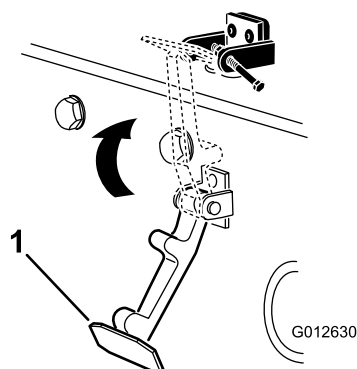

Figura 10
7. Agganciate il fermo sulla relativa staffa (Figura 10).